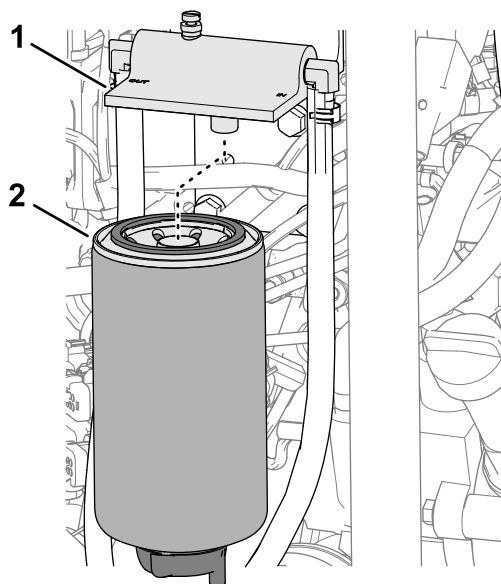

Figura 120
2. Limpie el cabezal del filtro y el cartucho del filtro (Figura 120).